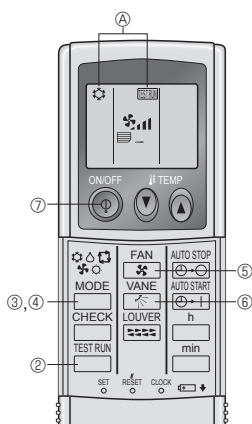

Fig. 7-5
7.2.2. Med trådløs fjernbetjening (Fig. 7-5)
① Tænd for strømmen til enheden mindst 12 timer, før testkørslen skal udføres.
② Tryk på [TEST RUN]-knappen to gange.